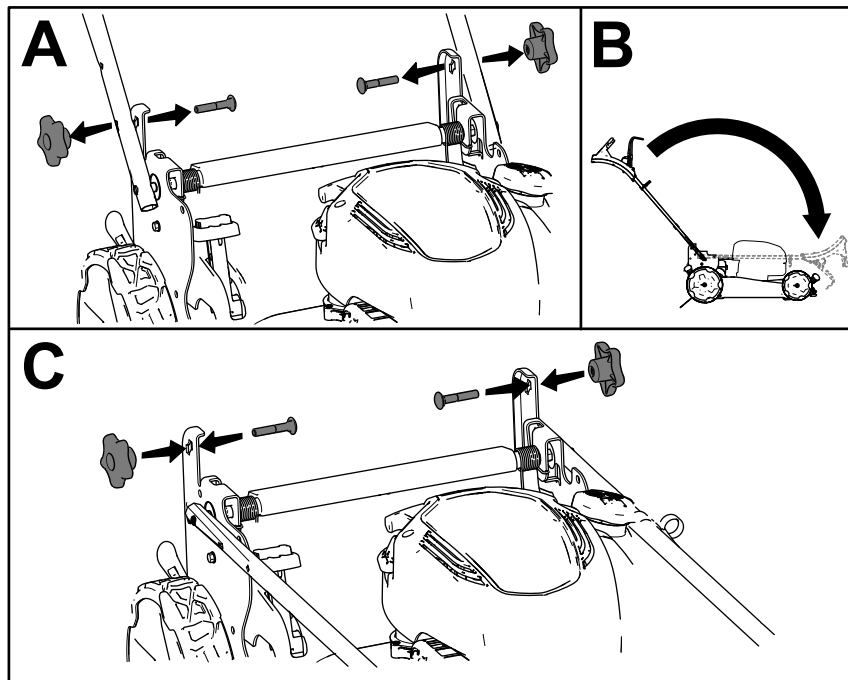

Figura 19
1. Togliete e conservate le 2 manopole della stegola e i 2 bulloni a testa tonda dalle staffe della stegola (A della Figura 19).
2. Piegate la stegola, ruotandola in avanti (B della Figura 19).
3. Montate, senza serrarle, le manopole della stegola e i bulloni a testa tonda sulle staffe della stegola (C della Figura 19).